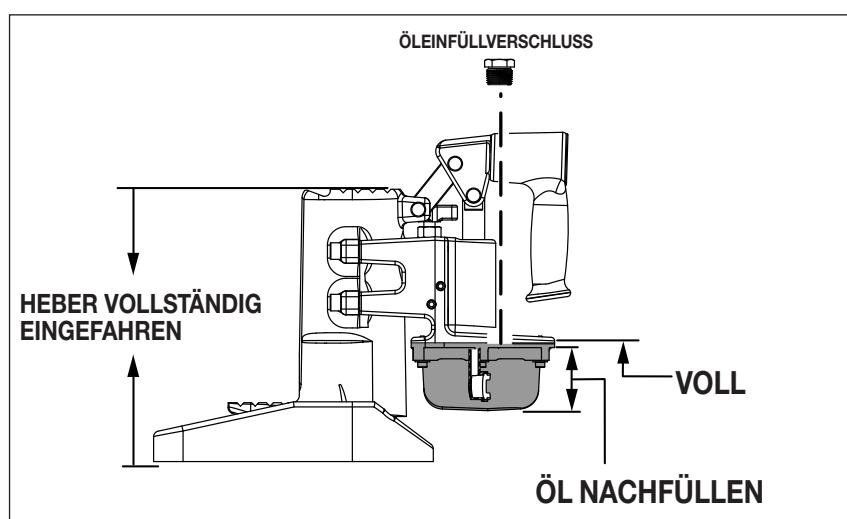

Abbildung 5, Überprüfung des Ölstands (Modell TJ105LS abgebildet, TJ109LS ähnlich)
4. Überprüfen Sie den Ölstand durch die Ölfüllöffnung. Der Ölstand sollte bis zum oberen Rand des Tanks reichen und mit der Ölfüllöffnung auf gleicher Höhe sein. Siehe Abb. 5.